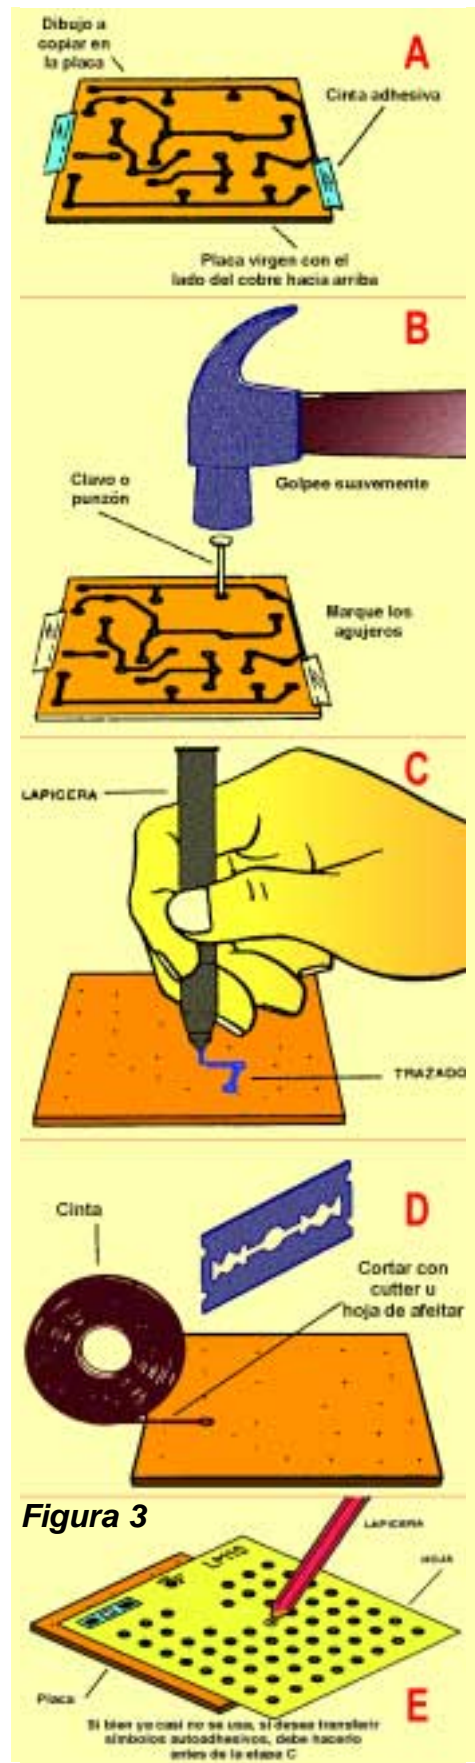

Figura 3
Ya en posesión del diseño original en tamaño natural, correspondiente al lado cobreado de la placa, debemos empezar por transferirlo a una placa virgen, o sea, una placa totalmente cubierta por una capa de cobre. Para eso, fijamos el dibujo (copiado en papel de calcar) sobre la placa de circuito impreso, como muestra la figura 3 (A).
Con el clavo o punzón marcamos los puntos que corresponden a los agujeros por donde van a pasar los terminales de los componentes. Estas marcas, obtenidas con un golpe no muy fuerte, servirán de guía para la copia del dibujo, como muestra en (B) de la misma figura 3.
minación más profesional de la placa, se pueden usar las tiras de "graph-line", cinta autohadesiva, que se fijan por simple presión, como muestra la figura 3 (D). Para las tiras más gruesas se puede usar la cinta crepe y si hubieran regiones amplias a cubrir con la tinta, el esmalte común de uñas se puede usar perfectamente. Lo importante es no dejar fallas en cada caso.
Los puntos en que van a entrar los terminales de los componentes y que por lo tanto corresponden a los agujeros marcados, se deben hacer con cuidado como muestra la figura 3 (E). Las "islas" autoadhesivas permiten que estos puntos tengan una apariencia mejor.